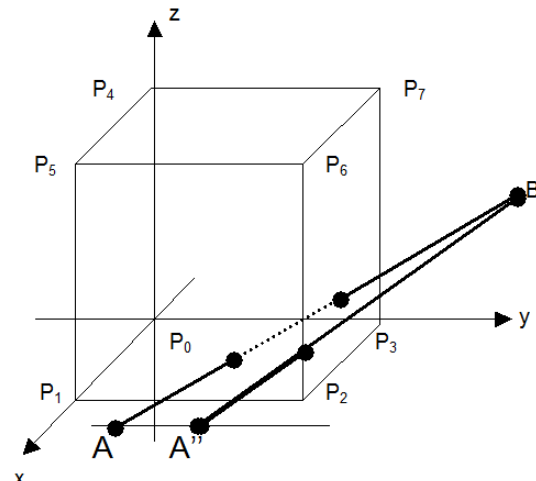

Abbildung 2.2
- 2.5 Der Startpunkt A'' soll jetzt auf einer Schiene parallel zur y-Achse so gewählt werden, dass die Verbindung von A'' nach B die Schutzzone gerade berührt. Die z-Komponente von A'' sei 0 (s. Abb. 2.2). Leiten Sie die Koordinaten des Punktes A'' her. 7 P